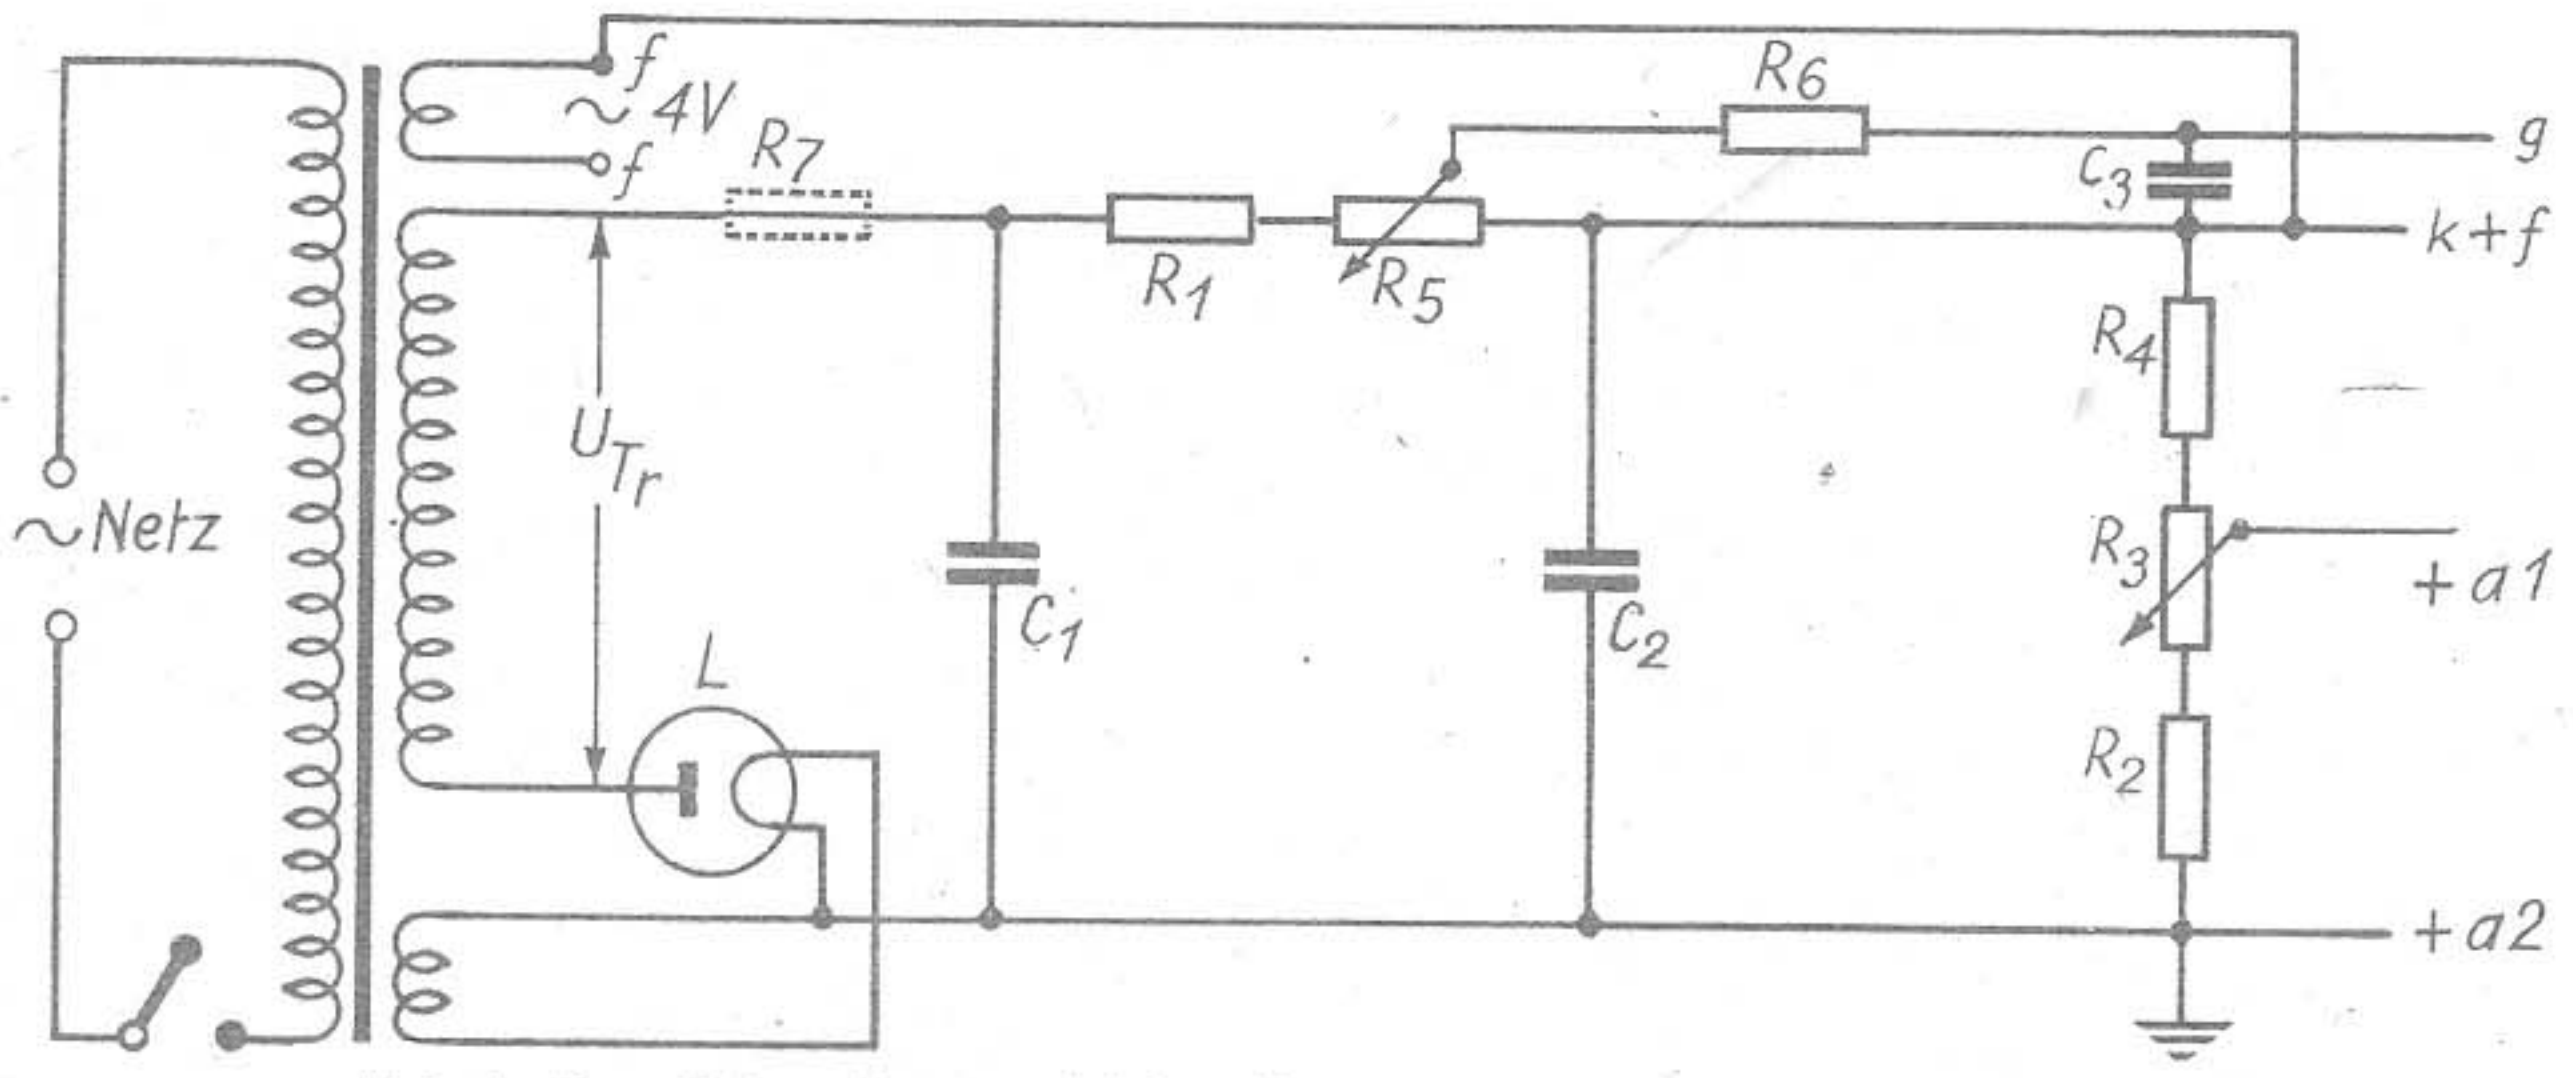

Abb. 6. Komplettes Netzanschlußgerät für Elektronenstrahlröhren
Der Spannungsabfall am Widerstand R kann noch als Gittervorspannung verwendet werden, wie dies im Schaltbild, Abb. 6, durchgeführt wurde. Wie aus den vorangegangenen Erklärungen hervorgeht, verbleibt aber der größte Teil der Welligkeit des Kondensators C₁ an den Widerständen R₁ und R₅ (siehe Abb. 6). Die Spannung für das Gitter muß deshalb noch durch den Widerstand R₆ und den Kondensator C₃ besonders geglättet werden. Da jedoch zum Gitter kein Strom fließt, tritt dabei kein Gleichspannungsabfall ein.
Zu dem Schaltbild in Abb. 6 gibt Tabelle I die günstigsten Werte der Schaltelemente, der Transformatorwechselspannung U_{Tr} sowie eine Valvo-Gleichrichterröhre (L) an. Die Anodenspannung für a₂ kann je nach Ausführung zu 800, 1000 und 2000 V bemessen werden. Darüber hinaus dürfte es nicht schwer fallen, an Hand dieser Angaben das Netzgerät auch für andere Röhren anzupassen.
Kapazität zur Glättung verwenden, wird oft zwischen Anodenwicklung des Transformators und Filterkondensator ein Widerstand von etwa 20 kΩ eingefügt. (R_s in Abb. 6). Dieser Widerstand soll verhindern, daß bei einem etwaigen kurzzeitigen Schluß in dem Kondensator der Strom durch die Gleichrichterröhre so hohe Werte annimmt, daß der Faden durchbrennt. Auch dämpft er den Einschalt-Spannungsstoß. Der durch den Anodengleichstrom an diesem Widerstand entstehende Spannungsabfall muß natürlich bei dem Entwurf des Gerätes
berücksichtigt werden. Bei Netzgeräten nach Schaltbild Abb. 6 kann man den Widerstand R₁ zweckmäßig um den Wert von R_s entsprechend verkleinern. Man erhält so für diese Verhältnisse ein Ersatzschaltbild, wie Abb. 7 zeigt. Ohne Belastung würde die Spannung am ersten Ladekondensator auf den Scheitelwert der Transformatorwechselspannung ansteigen. Den Scheitelwert (auch Maximalwert oder Amplitude genannt) einer Wechselspannung erhält man durch Multiplikation des Effektivwertes (der mit einem der üblichen Wechselspannungs-Voltmeter gemessen wird) mit dem Faktor $\sqrt{2} = 1,414$. Es gilt also:
Tabelle I (Zu Abb. 6. Die Filterteile sind sehr reichlich bemessen.)